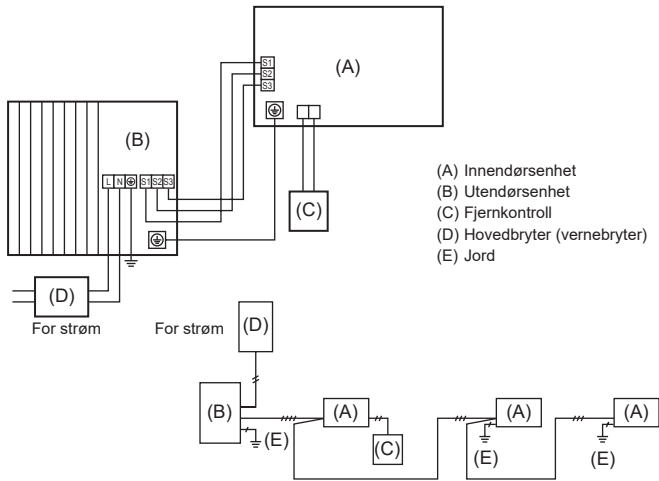
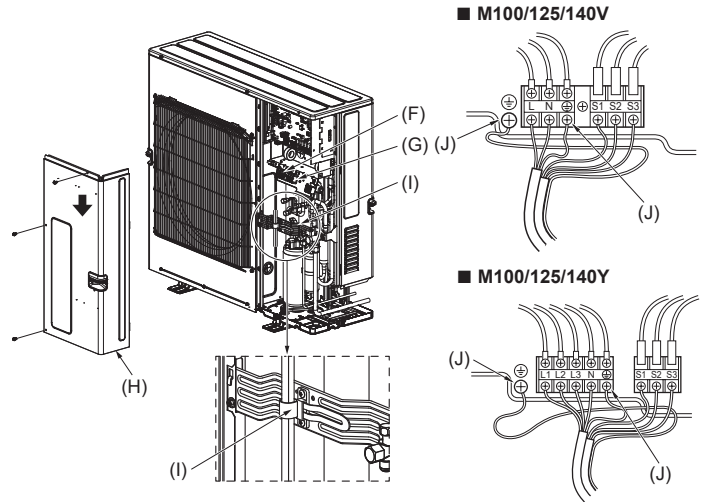

Fig. 6-1
Fig. 6-2
6.1. Utendørsenhet (Fig. 6-1, Fig. 6-2)
- (1) Fjern servicepanelet.
- (2) Kople til kablene med henvisning til Fig. 6-1 og Fig. 6-2.